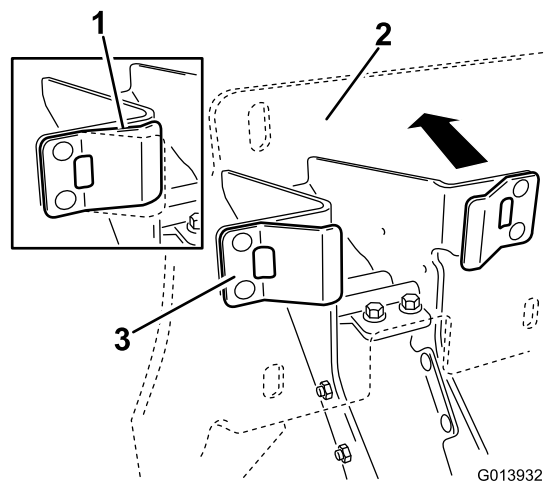

図 8
1. プラスチック製のストップがスプリングのタブに接触していることを確認し、クレードルのバックプレート・アセンブリに力をかけて、スプリング・タブを途中まで縮める (図 8)